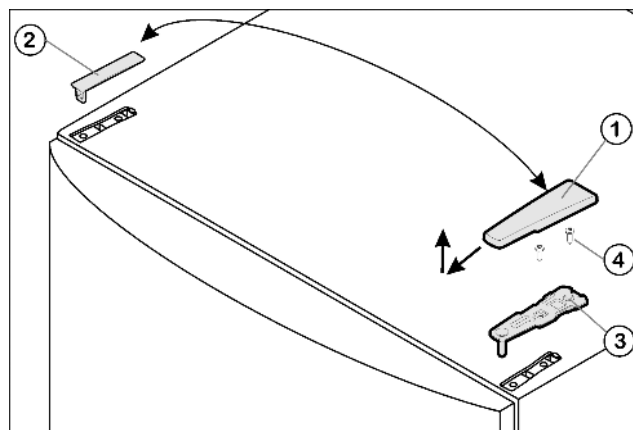

Fig. 4
- ▶ Trageți capacul Fig. 4 (1) în față și în sus.
- ▶ Ridicați capacul Fig. 4 (2).
- ▶ Deșurubați suportul superior al lagărului Fig. 4 (3) (2 șuruburi Torx® 25) Fig. 4 (4) și trageți-l în sus.
- ▶ Introduceți în ușă suportul de lagăr superior Fig. 4 (3), pe noua latură a balamalei.
- ▶ Strângeți **cu șuruburi (cu 4 Nm)** suportul superior al lagărului (2 x Torx® 25) Fig. 4 (4). Eventual punctați în prealabil găurile de înșurubare sau utilizați o șurubelniță cu acumulator.
- ▶ Aplicați din exterior și cuplați capacul Fig. 4 (1) și respectiv capacul Fig. 4 (2) pe partea opusă.